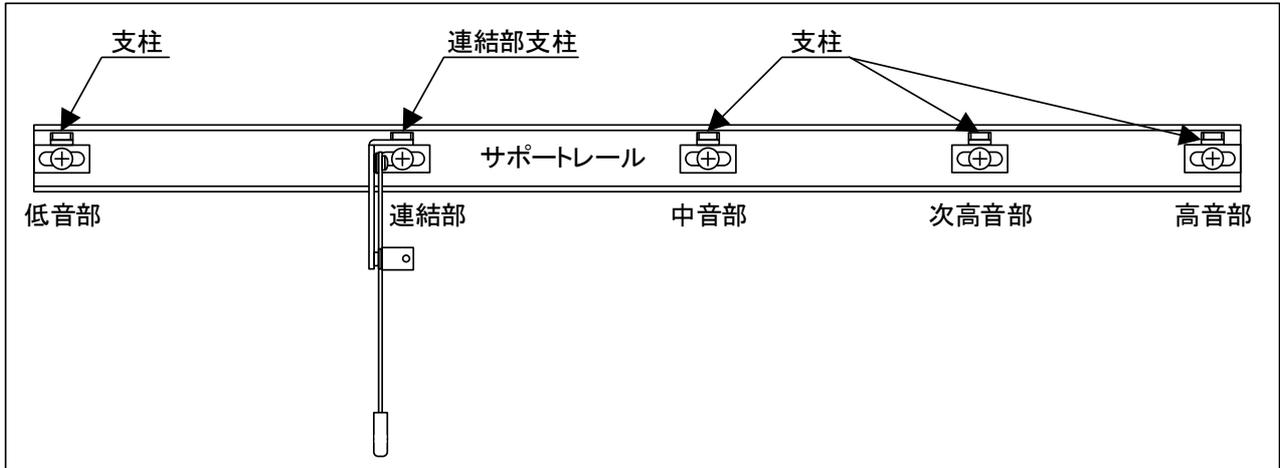

図4.3-1 各支柱の取り付け
(2)図4.3-1の様に低音部、中音部、次高音部、高音部には支柱を、連結部には連結部支柱をサポートレールスクリューで1ヶ所ずつ、先細ペンチで支柱が回転しないように押さえながら取り付ける。尚、次高音部を取付穴が無いピアノではサポートレールへの加工が必要となる。